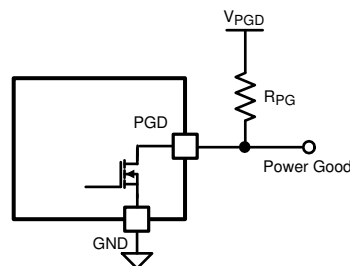
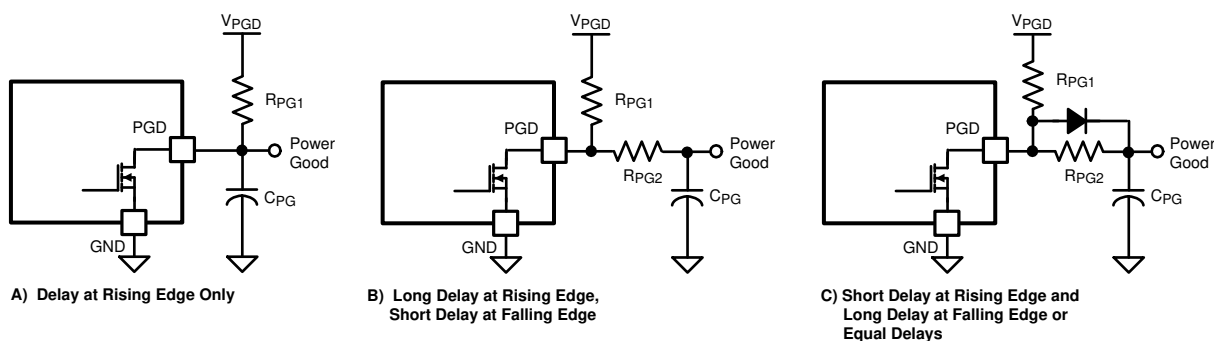

图 8-7. 电源正常输出
图 8-8. 为电源正常输出引脚添加延迟
当 FB 引脚上的电压上升到高于其阈值时，作用在 PGD 引脚上的内部下拉被禁用，允许 PGD 通过上拉电阻 R_{PG} 上升到 V_{PGD}，如图 8-7 所示。上拉电压 (V_{PGD}) 可高达 80V，并且可以高于或低于 VIN 和 OUT 处的电压。对于 V_{PGD}，VDD 是一个方便的选择，因为它允许连接至低压逻辑并避免上电期间 PGD 上的毛刺脉冲。如果 PGD 需要延迟，建议的电路如图 8-8 所示。在图 8-8(A) 中，电容器 C_{PG} 会增加上升沿的延迟，但不会增加到下降沿的延迟。在图 8-8(B) 中，上升沿延迟由 R_{PG1} + R_{PG2} 和 C_{PG} 决定，而下降沿延迟由较少的 R_{PG2} 和 C_{PG} 决定。在 R_{PG2} (图 8-8(C)) 上添加一个二极管可在两个边沿实现相等的延迟，或在上升沿实现短延迟和在下降沿实现长延迟。